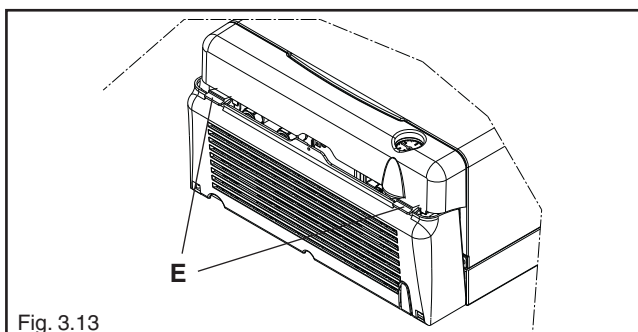

Fig. 3.13
- ruotare verso l'alto la copertura raccordi fino a che le due linguette (E) si posizionino a scatto nella copertura solidale al mantello (fig. 3.13).
- premere sulle due linguette (E) sganciandole (fig. 3.13)